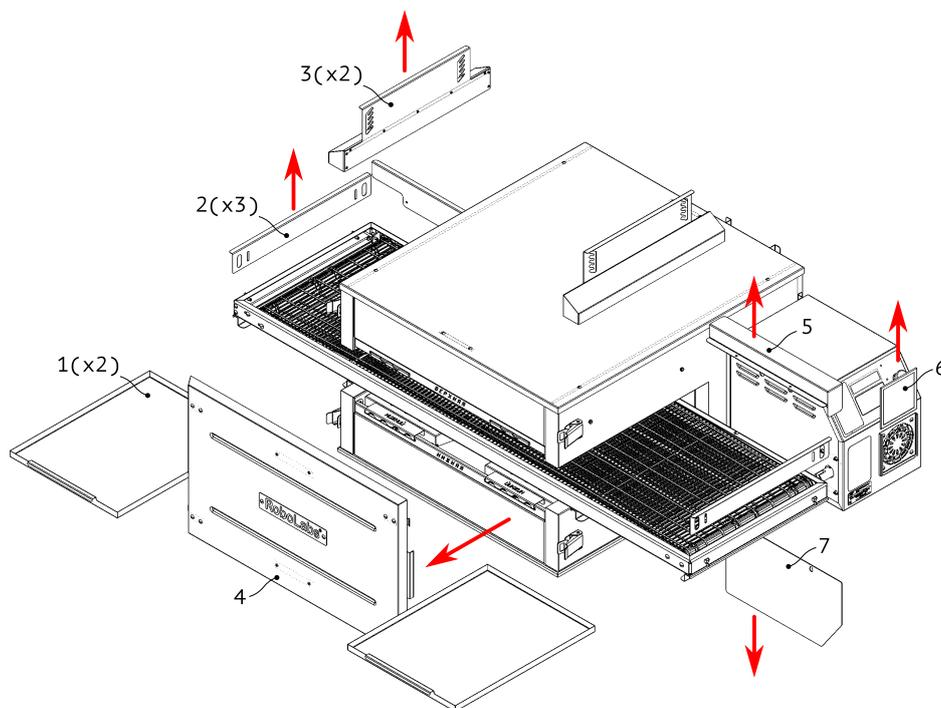

Рисунок 21
1. Снимите экран тепловой (7), фильтр воздушный (6), поддоны (1), ограничители (2), козырьки (3), и панель переднюю (4) см Рис. 21.